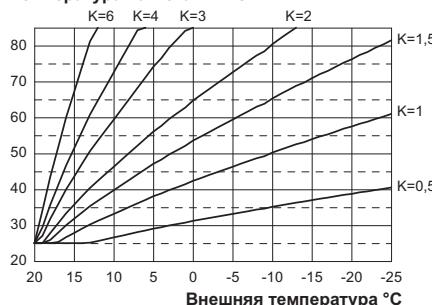

Рисунок 5.26
При подключении внешнего датчика с целью оптимизации температуры отопления данный параметр необходимо настроить с учетом производительности системы (Рисунок 5.26).
Например, чтобы обеспечить в системе отопления температуру нагнетания, равную 60 °C, когда внешняя температура равна -5 °C, необходимо установить коэффициент K на 1,5 (пунктирная линия, см. Рисунок 5.26).
- Чтобы настроить коэффициент K (см. Рисунок 5.26), войдите в режим программирования, нажав и удерживая в течение 15 с кнопку сброса 5 (Рисунок 5.27), пока на ЖК-дисплее не появится параметр P01. На ЖК-дисплее последовательно отобразятся следующие символы (параметр P01 будет загораться поочередно). Рис. 5.29